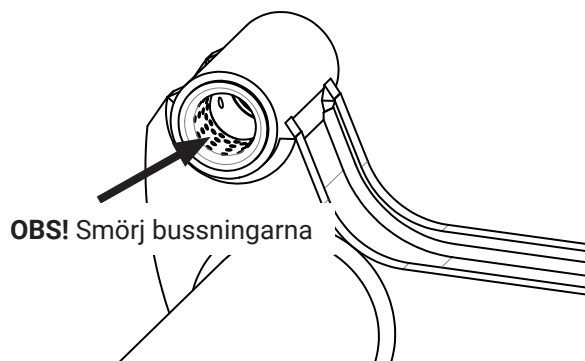

Bild 24. Var noga att initialsmörja metallbussningar
2. Smörj metallbussningarna på övre lagring av arm, se till att de små hålen på bussningens insida är fyllda med fett. Se Bild 24.